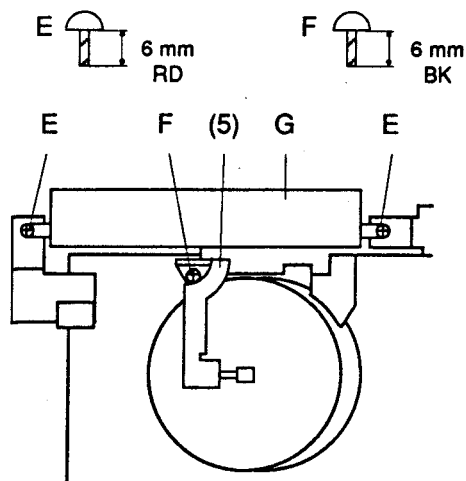
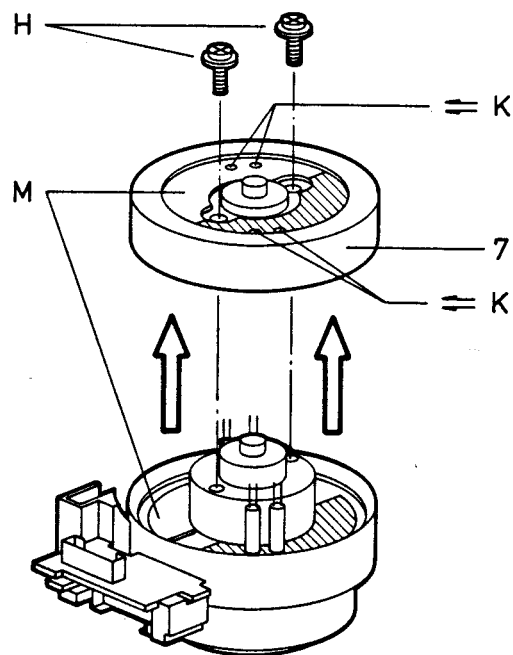
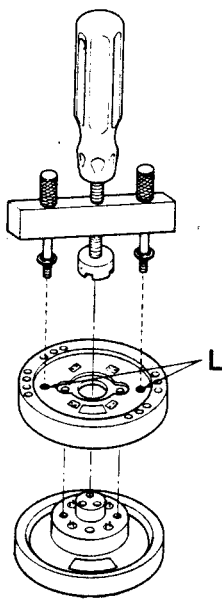
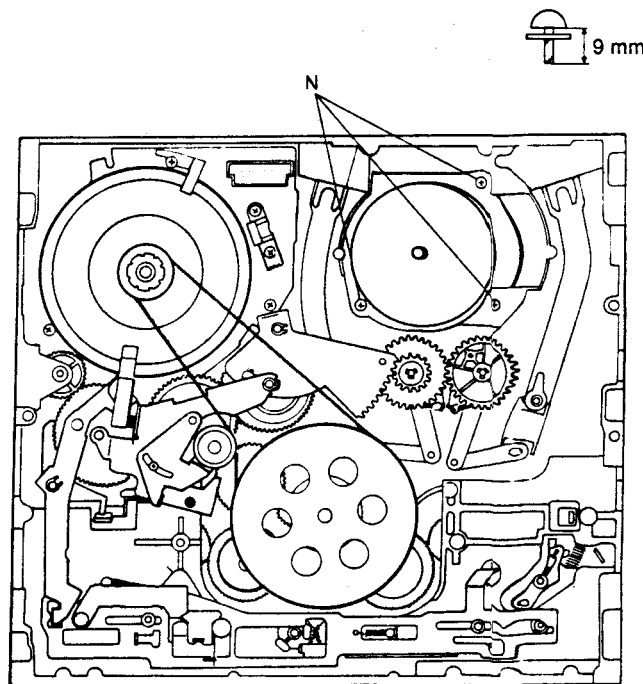

Fig. 11
Fig. 12
Fig. 13
Fig. 16
- Schrauben "F", "H" herausdrehen und Erdungsfeder (5) entfernen (Fig. 11 / Fig. 12).
- Kopfscheibenanschlüsse "K" entlöten, Außenring der Kopfscheibe (7) leicht anwärmen (z.B. Föhn) und Kopfscheibe (7) vorsichtig abziehen (Fig. 12).
- Gegebenenfalls Kopfscheiben-Abziehvorrichtung verwenden (Fig. 13). Hierzu die Abziehvorrichtung in den Gewindelöchern "L" der Kopfscheibe befestigen und den Handgriff im Uhrzeigersinn drehen bis die Kopfscheibe von der Achse abgezogen ist.
- Remove the screws "F" and "H" and then the earthing spring (5) (Fig. 11/12).
- Unsolder the head wheel connections "K". Warm up the outer ring of the head wheel (e.g. Hairdryer) and pull the head wheel (7) off carefully.
- If necessary use the head wheel extractor (Fig. 13). For this locate the extractor into the holes "L" drilled in the head wheel and rotate the handle in the clockwise direction until the head wheel is pulled off the shaft.
- Aprire i punti di saldatura "K" e riscaldare leggermente con un phon l'anello esterno della ruota testine (7). Sollevare attentamente la ruota testine (7) (fig. 12). Eventualmente impiegare la chiave speciale illustrata in fig. 13, fissandola nei fori "L" e ruotandola in senso orario fino a staccare la ruota testine dal perno.
- Ausbau des Bandtrommelbausteins (6)
- 3 Schrauben "E" und "F" herausdrehen (Fig. 11).
- Kopfverstärker "G" und Erdungsfeder (5) entfernen.
- 3 Schrauben "N" entfernen (Fig. 16) und Bandtrommelbaustein (6) vorsichtig aus dem Laufwerk ziehen.
- Bandtrommelbaustein (6) ins Laufwerk stecken und 3 Schrauben "N" eindrehen (Fig. 16).
- Erdungsfeder (5) mit Schraube "F" befestigen (Fig. 11).
- Removing the Tape Drum Module (6)
- Remove the 3 screws "E" and "F" (Fig. 11).
- Remove the head amplifier "G" and the earthing spring (5).
- Remove the 3 screws "N" (Fig. 16) and pull the Tape Drum Module (6) carefully out of the mechanics.
- Place the Tape Drum Module (6) into the mechanics and tighten the 3 screws "N" (Fig. 16).
- Refit the earthing spring (5) with the screw "F" (Fig. 11).
7.3 Sostituzione del tamburo nastro (6)
- Svitare le tre viti "E" e "F" (fig. 11).
- Togliere l'amplificatore delle testine "G" e la molla di massa (5).
- Togliere le tre viti "N" (fig. 16) ed estrarre il tamburo nastro (6) dalla meccanica.
- Inserire il tamburo nastro (6) nella meccanica ed avvitare le tre viti "N" (fig. 16).
- Fissare la molla di massa (5) con la vite "F" (fig. 11).